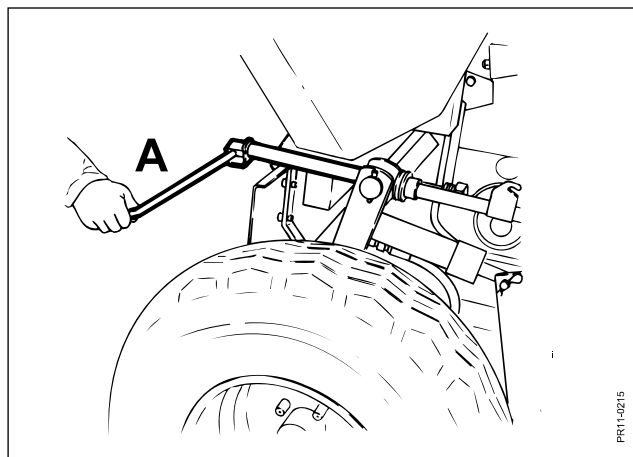

Fig. 3-8
- Fig. 3-8** Med spindlen **A** strammes aflastningsfjedrene, indtil jordtrykket for pickuppen er maksimalt 30 kg.